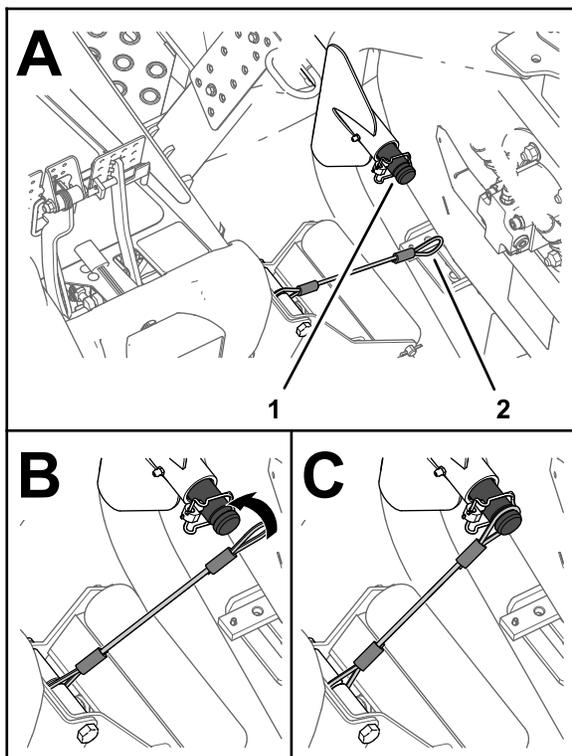

図 65
5. 左右のカッティングユニットの昇降アームのキャリアアシャフトにランヤードを取り付ける 図 65。
6. キャリアシャフトの溝にランヤードの輪を掛ける。溝に完全に掛けること 図 65。